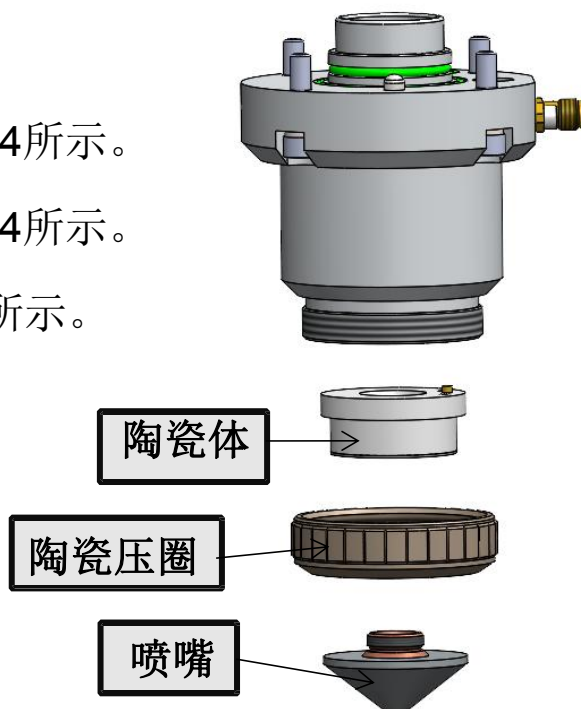

图5.4
- ① 逆时针旋转拆下喷嘴，如图5.4所示。
- ② 逆时针旋下陶瓷压圈，如图5.4所示。
- ③ 竖直向下取出陶瓷，如图5.4所示。